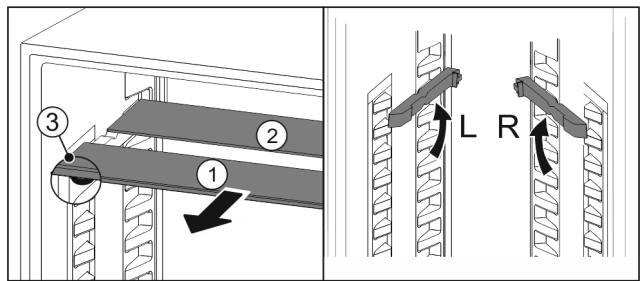

Fig. 33
- ▶ По одной извлеките Fig. 33 (1) стеклянные панели движением вперед.
- ▷ Стеклянная панель Fig. 33 (1) с декоративной планкой лежит спереди.
- ▷ Стопоры Fig. 33 (3) показывают вниз.